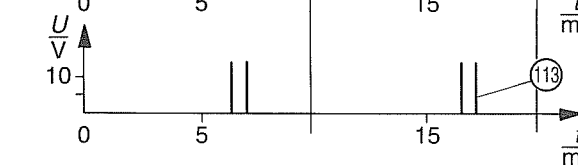

Abb. 6:
Dazu vergleicht er die Ausgangsspannung U_{109} von V 104 an MP (109) im IC 101 und die Ausgangsspannung U_{110} von V105 an MP (110) im IC102 mit der netzsynchronen Sägezahnspannung U_{111} (vgl. Abb. 6 und Blockschaltplan, Technische Dokumentation).